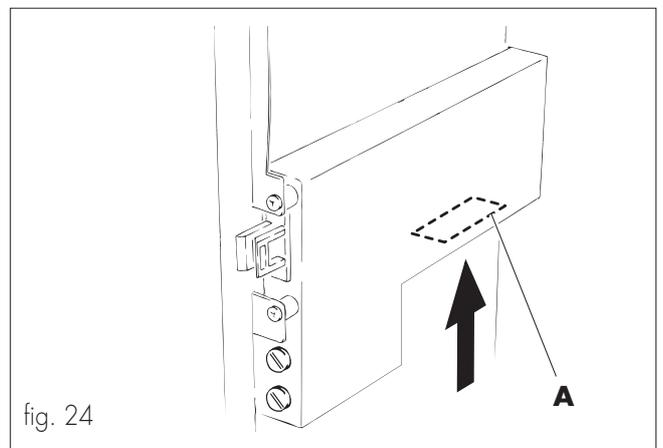

fig. 24
- En el interior del distribuidor existe una toma eléctrica bipolar de 230Vac. (ref. **A**, fig. 24), a disposición de la persona encargada del mantenimiento técnico. Para poder utilizarla es necesario colocar el interruptor general en posición "I".